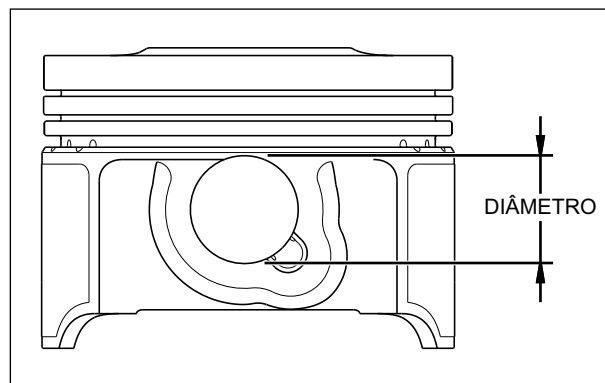

Fig. 3.96
- Verifique o diâmetro interno do orifício do pino do pistão quanto a desgaste. (Fig. 3.96)